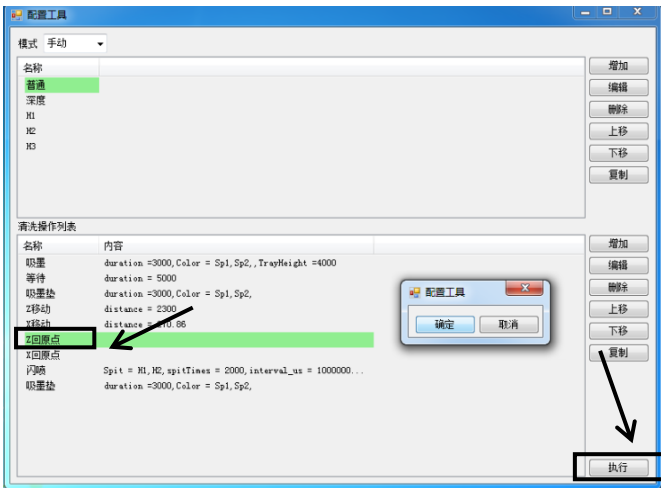

图 7.16 Z 回原点
7、鼠标左键单击 Z 回原点—>执行,墨栈下降回到原点。如图 7.16。